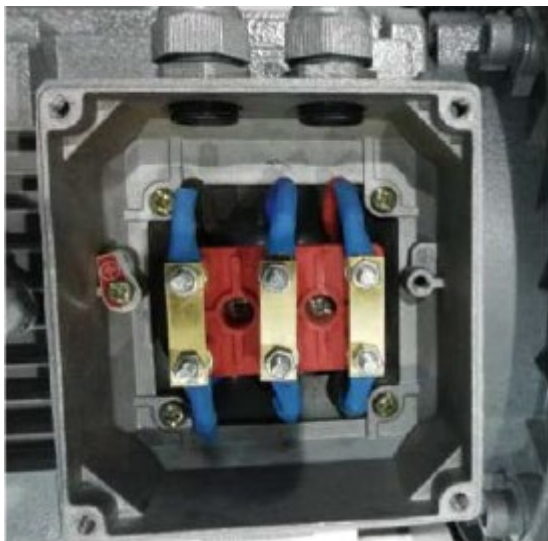

Рис. 4 Подключение к сети 220В/50Гц
- На Рис. 4 (справа-налево) показаны первая и вторая точки, являющиеся точками источника питания 220, при условии, что турбина находится с левой стороны, вход с правой стороны.